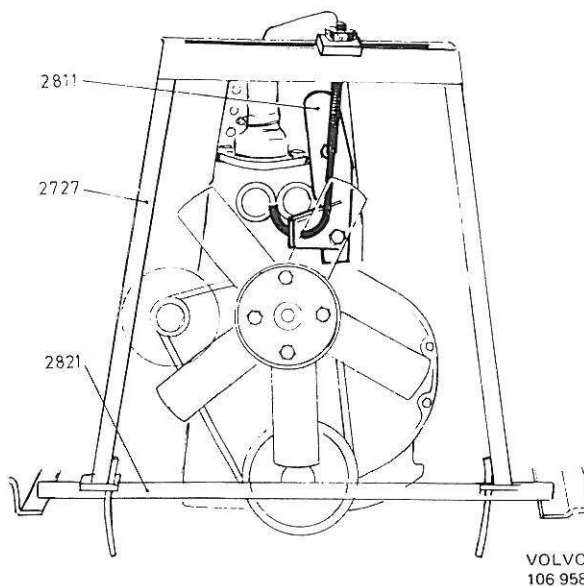

Figure 17. Etrier de levage pour moteur
1. Bien fixer la plaque de levage 2811 sur le moteur et adapter l'étrier de levage 2727 avec une tige de rallonge 2821 comme indiqué sur la figure 17. Soulever le moteur jusqu'à ce que les fixations avant du moteur soient déchargées.